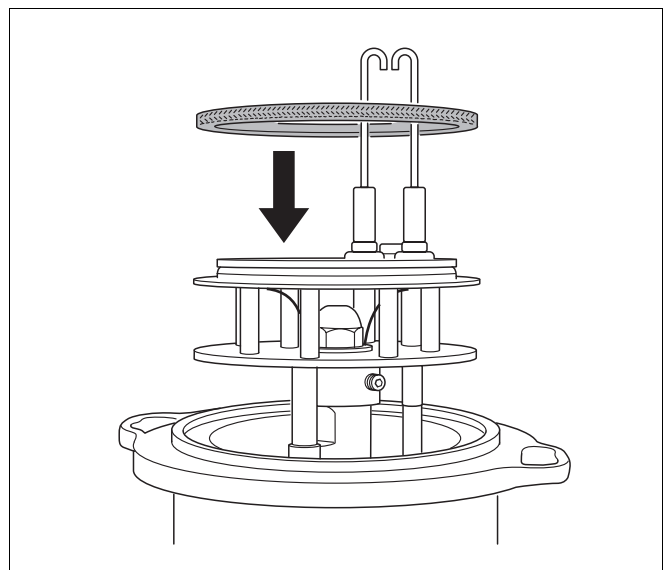

Рис. 33 Установка уплотнения для горелок от 55 до 70 кВт
- Для горелок от 55 до 70 кВт уплотнение сначала устанавливается на смесительную систему (рис. 33).